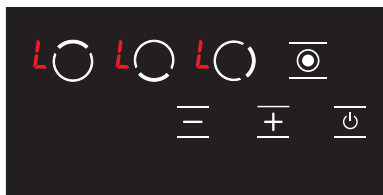

Рисунок 17
1. Когда варочная панель включена и блокировка клавиатуры активна, **L** будет отображаться на весь экран. (см. Рисунок 17) Если какая-либо из конфорок горячая, значки **L** и **H** будут показаны по очереди. Только кнопку **☐** можно использовать для включения и выключения варочной панели.